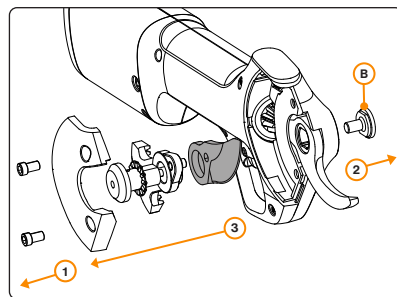

Figure 8. Remplacement de la lame de coupe. Suivez la séquence des chiffres.
3. **Desserrez les vis de verrouillage de la lame.** Dévissez de deux tours les (2) vis Allen de 4 mm (Figure 8, étape 1).
4. **Dévissez la vis de fixation de la lame.** (Figure 8 étape 2, image B)
5. **Remplacez l'ancienne lame par la nouvelle.** (Figure 8, étape 3)